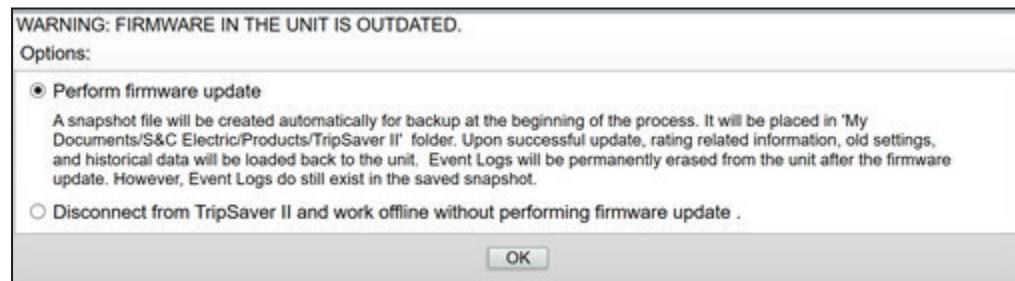

Figura 2. Caixa de diálogo com a Advertência sobre atualização de firmware.
**PASSO 5.** Selecione **Tools>Firmware Update** (Ferramentas > Atualização de Firmware) do menu **Principal**, ou clique no ícone Firmware Update na barra de ferramentas de acesso rápido. Se o firmware estiver desatualizado, essa condição é informada em letras maiúsculas na parte superior da caixa de diálogo. Essa caixa de diálogo apresenta a seguir duas opções. A primeira opção conduz a uma atualização de firmware, informando que um arquivo snapshot será criado automaticamente para backup no início do processo. Esse arquivo fica colocado na pasta “Meus Documentos/S&C Electric Products/TripSaver II”. Com a atualização feita com sucesso, informações relacionadas a regimes, ajustes antigos e dados históricos serão carregados novamente na unidade. Os Registros de Eventos são apagados de forma permanente da unidade após a atualização de firmware. No entanto, esses Registros de Eventos ainda permanecem gravados no snapshot salvo. Na segunda opção, o usuário pode desconectar o TripSaver II e trabalhar offline sem realizar a atualização de firmware. Ver Figura 2.